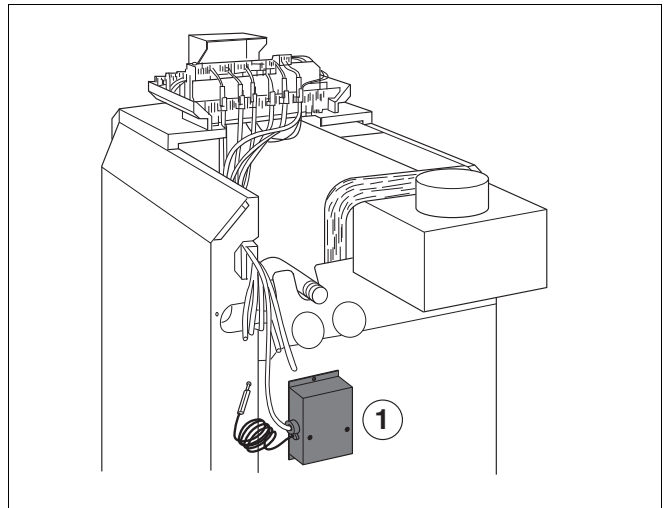
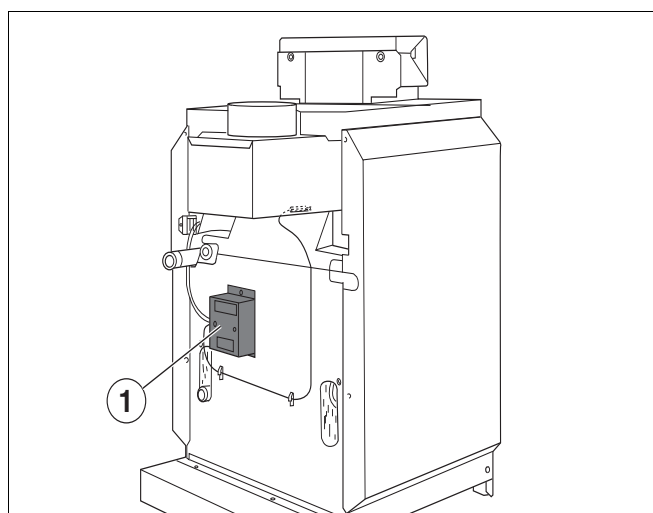

图 2 控制器 G124 X - 或 Gaz 5000F - 28 / 32 的位置
图 5 G334 XZ 控制器的位置同样适用于 G234 X、G334 XD - 以及 Gaz 5000F - 38 / 44 / 50 / 55 / 60
- ▶ 用两个附带的自攻螺栓拧紧控制器（图 2 至图 5）。